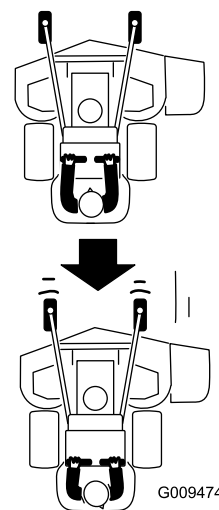

Figura 23
2. Puxe lentamente as alavancas de controlo de movimento para trás (Figura 23).